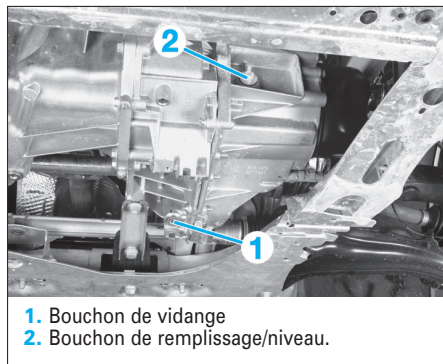

FIG. 1
- Dévisser les bouchons de vidange (1) puis de remplissage (2) (Fig.1).
- Une fois l'huile écoulee, reposer le bouchon de vidange (1) avec un joint neuf.
- Effectuer le remplissage et la mise à niveau en huile préconisée de la boîte de vitesses (Fig.1).
- Vidanger la boîte de vitesses (Fig.1).
- effectuer le remplissage et la mise à niveau en huile préconisée de la boîte de vitesses (Fig.1).